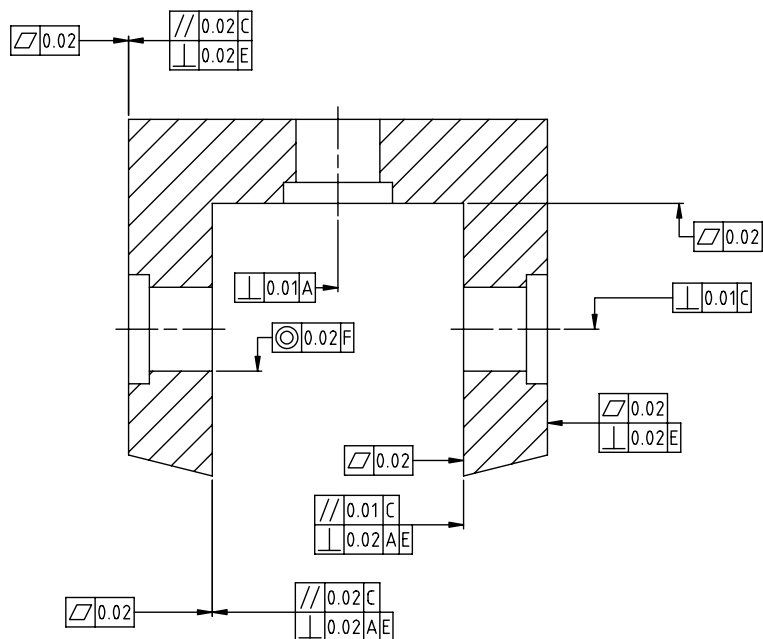

图 8-99 “俯视图”形位公差符号标注
10) 在“俯视图”中进行形位公差符号标注, 如图 8-99 所示; 图形的最终标注如图 8-100 所示。